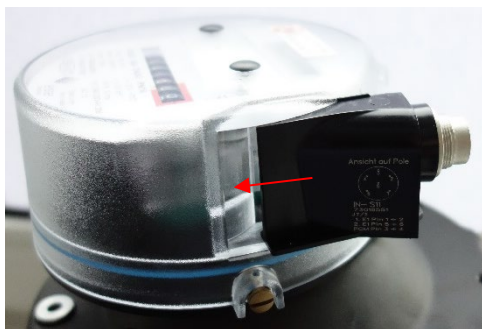

Fig. 1 | Instalarea IN-Sxx
- Variantele de generatoare de impulsuri IN-Sxx se introduc lateral în suportul integratorului până când se înclichetează (a se vedea fig. 1).